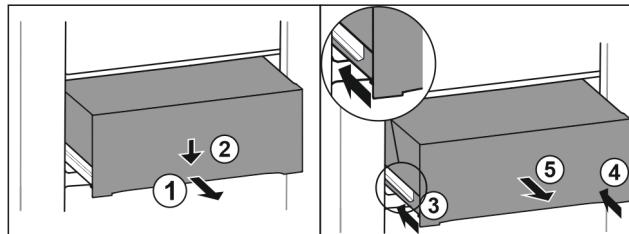

Fig. 93
- Витягніть ящик на половину. Fig. 93 (1)
- Спрямуйте висувний ящик вниз спереду. Fig. 93 (2)
- Вставте ліву рейку приблизно на 2 см. Fig. 93 (3)
- Вставте праву рейку приблизно на 2 см. Fig. 93 (4)
- Вийняти висувний ящик рухом вперед. Fig. 93 (5)